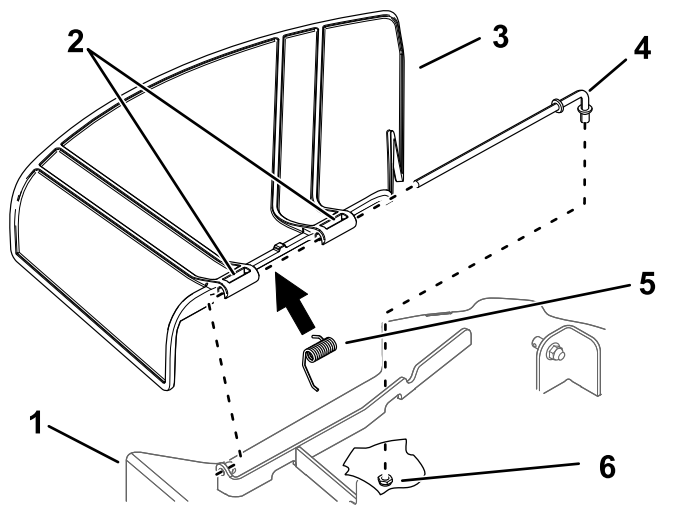

Figure 78
1. Retirez l'écrou ($\frac{3}{8}$ ") de la tige, sous le plateau de coupe (Figure 78).
- Sortez la tige du support du plateau, du ressort et du déflecteur d'herbe (Figure 78).
- Montez le nouveau déflecteur d'herbe (Figure 78).
- Insérez la tige dans le second pivot du déflecteur d'herbe (Figure 78).
- Fixez l'extrémité arrière de la tige dans le plateau de coupe à l'aide d'un écrou ($\frac{3}{8}$ "), comme montré à la Figure 78.